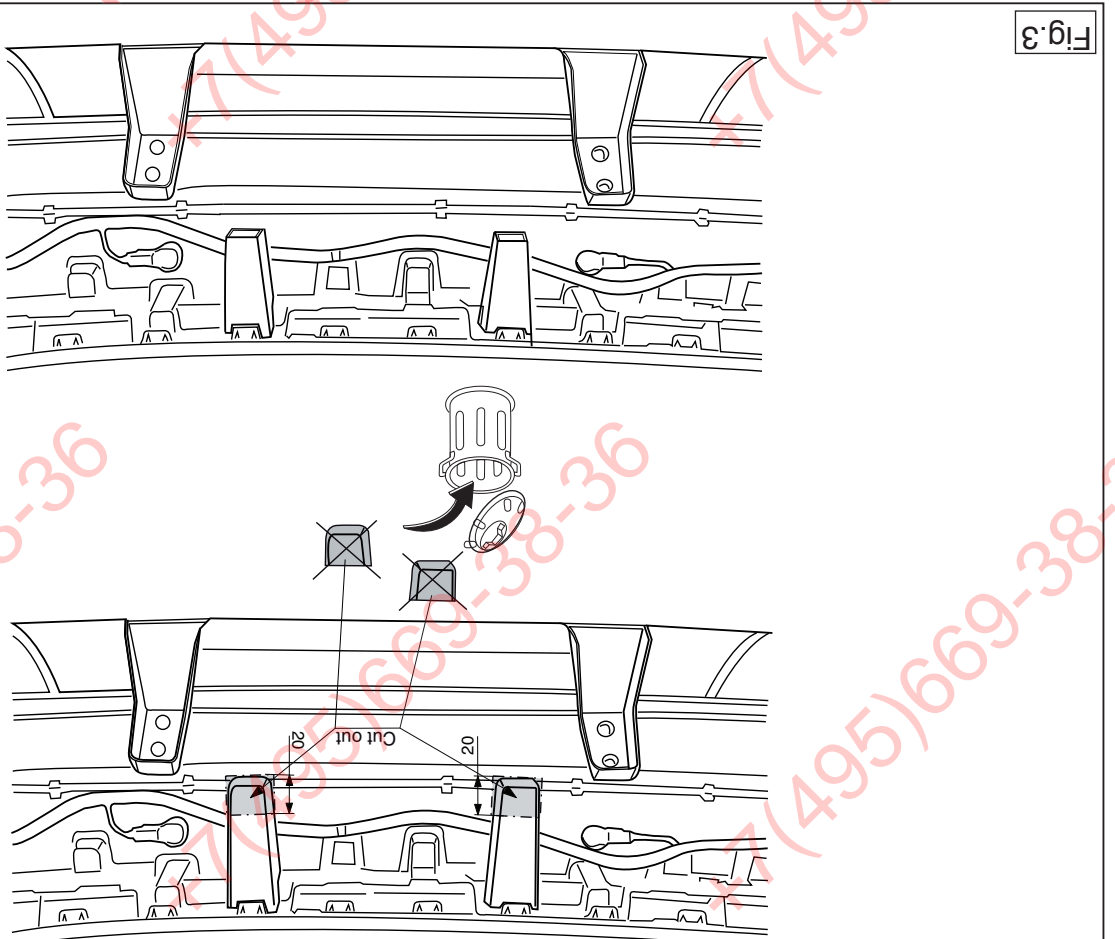

Fig.3
8. Saw out from the bumperinnerwork the section indicated in accordance with fig. 3.
8. Gemäß Fig. 3. die angegebenen Stücke aus der Stoßstangeninnenverkleidung heraussägen.
8. Scier les parties de la garniture du pare-chocs comme indiqué sur les fig. 3.